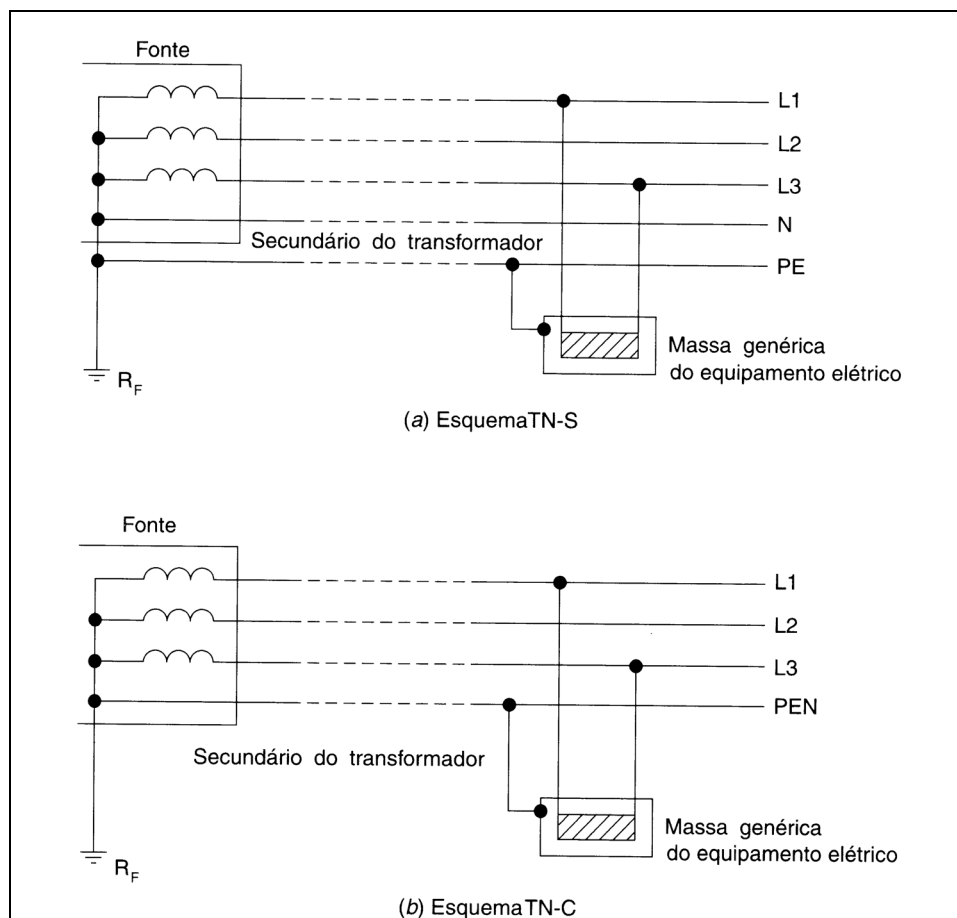

Fig 64 Sistemas de aterramento TN
As massas podem também ser aterradas via condutores de proteção (PE), preferencialmente, ou via condutores de proteção e neutro (PEN), conectados a barramentos de terra existentes nos painéis e destes a malha de terra, próximo ao ponto em que a estrela do transformador (terminal Xo) é conectada a malha. Este sistema é designado como TN (Fig 64).